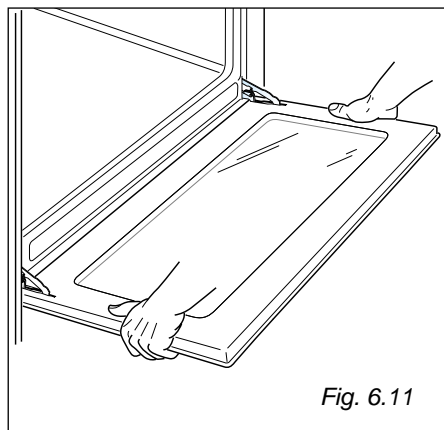

Fig. 6.11
- Sujete la puerta como se muestra en la Fig. 6.11.